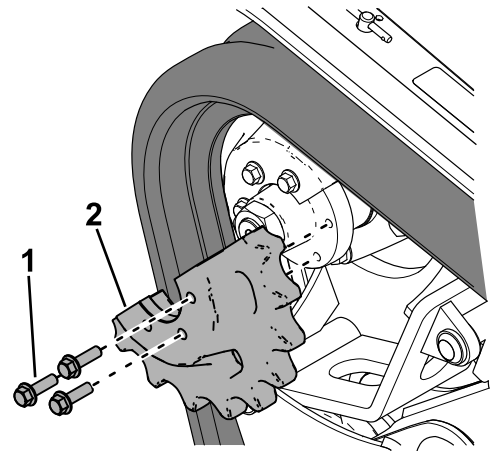

図 62
19. 取り外された駆動スプロケットハーフの固定ボルトのねじ山にロックコンパウンドを塗ってスプロケットハーフを取り付ける 図 62。ボルトを 95-115 N·m / 9.7-11.7 kg·m = 70-85 ft·lb にトルク締めする。